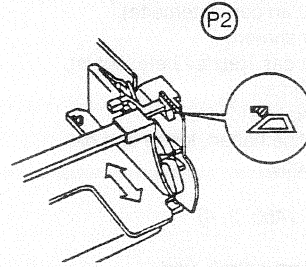
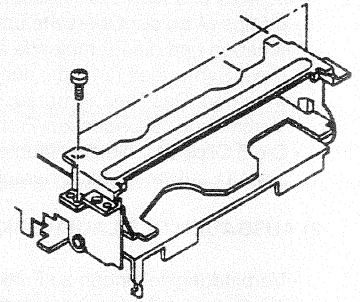

fig. 5b
fig. 5c
- Die Hebel (P2) wie in Abb.5b dargestellt positionieren, bevor der obere Teil wieder aufgesetzt wird (Abb.5c).
- Position the lever of the cassette holder door as shown in figure 5b.
- Position the levers as shown in figure 5b before fitting the top unit (figure 5c).